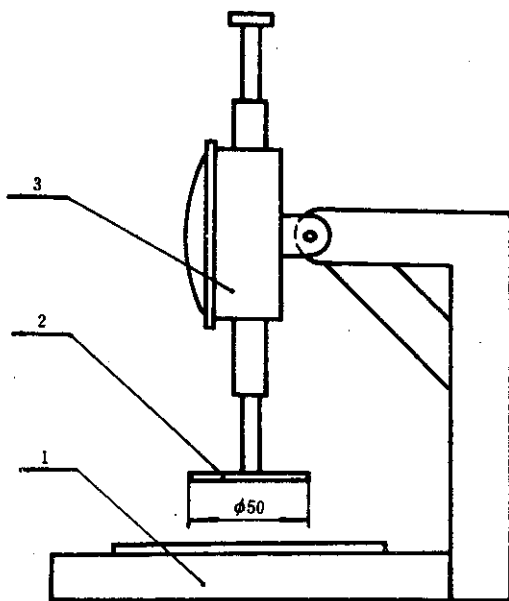

图 2 测厚仪
3.3 测厚仪：压板压力98 Pa (1 gf/cm^2)，分刻度为0.1 mm，如图2所示。